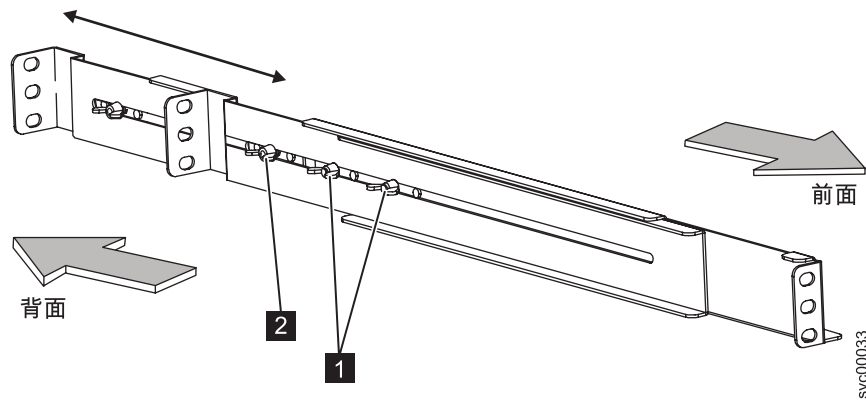

図9. 2145 UPS-IUでのレールの縦の長さの調整
4. 両方のレール・アセンブリのアセンブリ・ウィング・ナット (図9の **1**) を緩め、ラックの奥行きに合わせてレール・サイズを調整します。サイズを調整した後で、ある程度動く余地を残した上で、できるだけアセンブリ・ウィング・ナットを締めます。